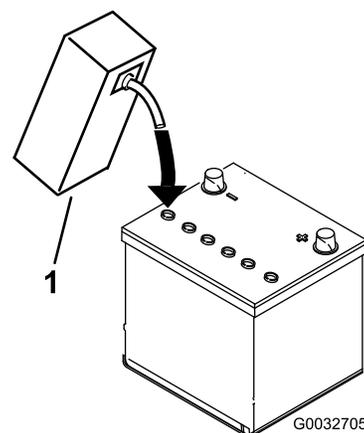

Figura 4
4. Aguarde 20 a 30 minutos, aproximadamente, para que as placas fiquem embebidas com o eletrólito. Adicione eletrólito, conforme necessário, até atingir cerca de 6 mm acima do fundo do poço de enchimento (Figura 4).